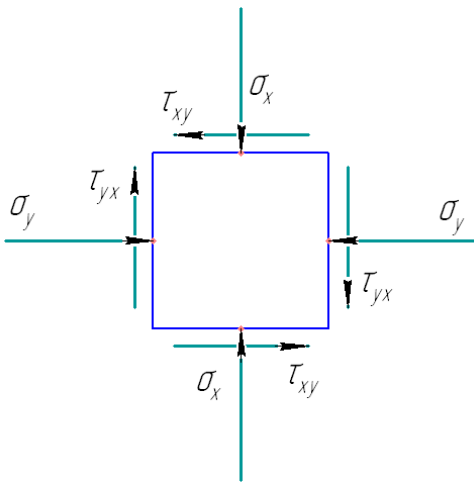

Рис. 1. Схемы напряжений
Стальной кубик находится под действием сил, создающих плоское, либо линейное напряженное состояние (рис. 1). Требуется найти:
В задаче рассматривается плоское напряженное состояние (Рис.1), т.е. одно из трех главных напряжений равно нулю, поэтому из формулы (1) и правила (2) следует: